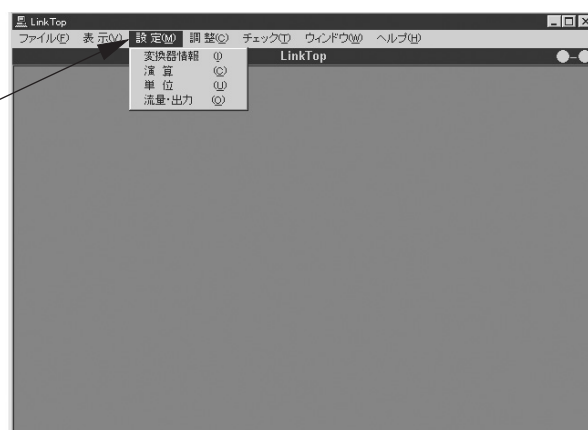

図21
- ① 図21のように、画面上部メニューの「設定(M)」をクリックし、「変換器情報(I)」を選び再度クリックします。